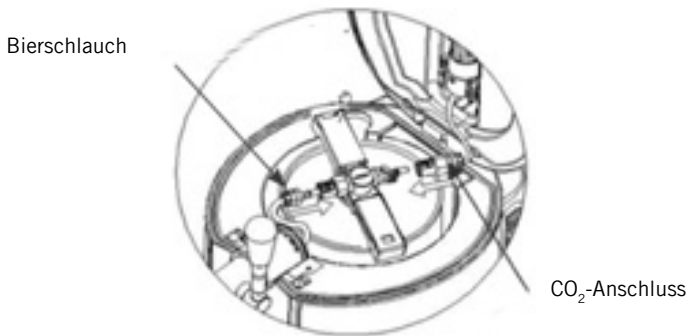

Abb.6
6. Stellen Sie sicher, dass der Zapfhahn geschlossen ist. Verbinden Sie anschließend die Bierleitung des Zapfhahns mit der Anstecheinheit (Abb. 6).